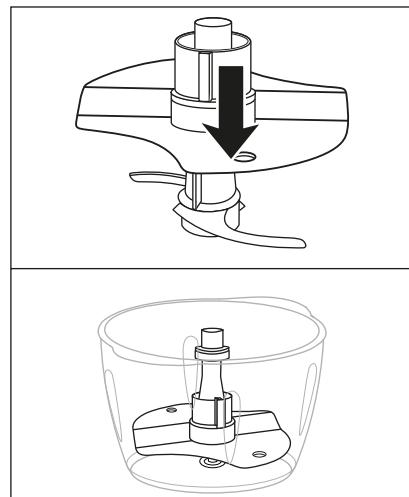

Abb. 1
- Um 200–400 ml Sahne zu schlagen, stecken Sie den Emulgieraufsatzt 12 so auf den Messereinsatz 7, dass der Emulgieraufsatzt 12 auf beiden Teilen des Messers 8 aufliegt und einrastet (Abb. 1):